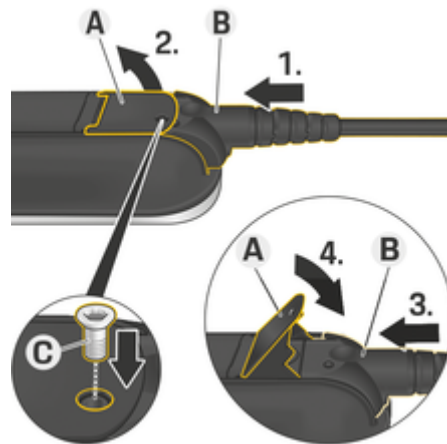

Fig. 9: Ligar cabos e fixar fichas
- ✓ A alavanca A (Fig. 9) está fechada.
- 1. Introduza a ficha B (Fig. 9) na unidade de comando até sentir resistência.
- 5. Fixe a ficha B na unidade de controlo com o parafuso C (Fig. 9).